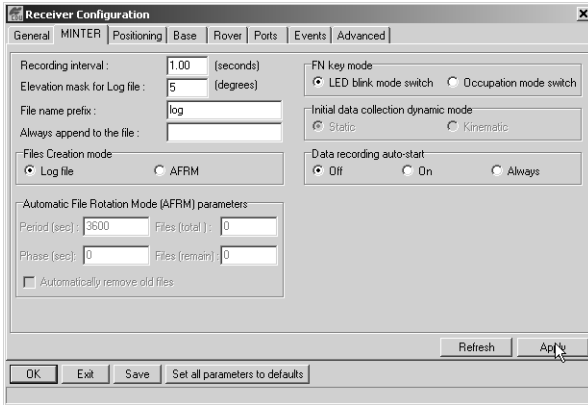

Figura 2-8. Configuración del Receptor – Pestaña MINTER
- Haga clic en la pestaña MINTER, configure los siguientes valores y después haga clic en **Apply** (Figura 2-8 en la página 2-13).